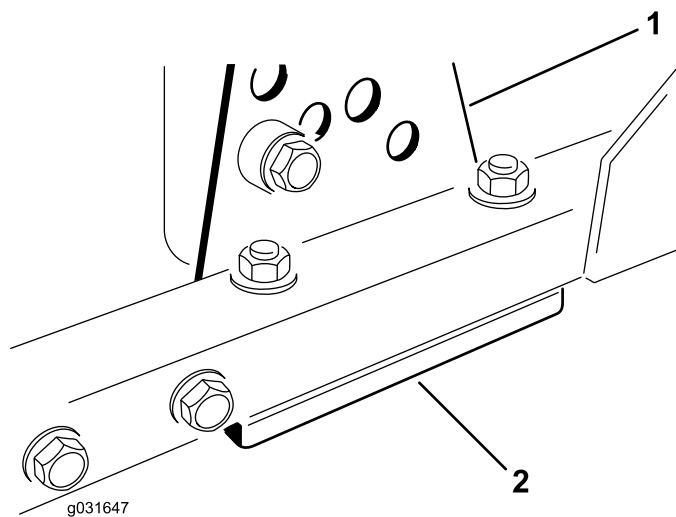

Figure 70
1. Retirez le support de hauteur de coupe (avant, gauche ou droit) du cadre de l'unité de coupe (Figure 70).
2. Placez des cales de 1,5 mm et/ou une cale de 0,7 mm entre le cadre et le support de l'unité de coupe pour obtenir la hauteur de coupe voulue (Figure 70).
3. Montez le support de hauteur de coupe sur le cadre de l'unité de coupe en plaçant les cales restantes sous le support (Figure 70).